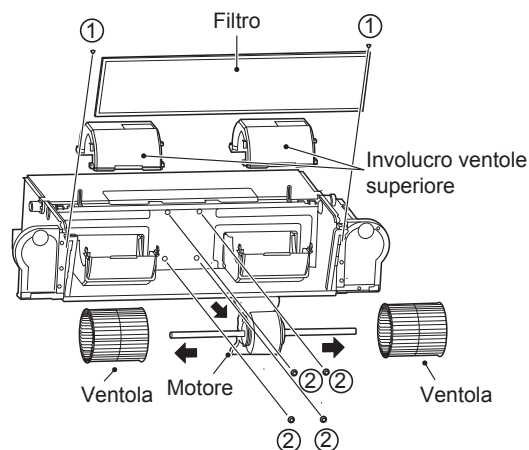

Figura 4-5 Rimozione del filtro, della voluta superiore e delle viti del motore
- Rimuovere le viti come illustrato in Figura 4-5 ①\*2 estrarre il filtro.